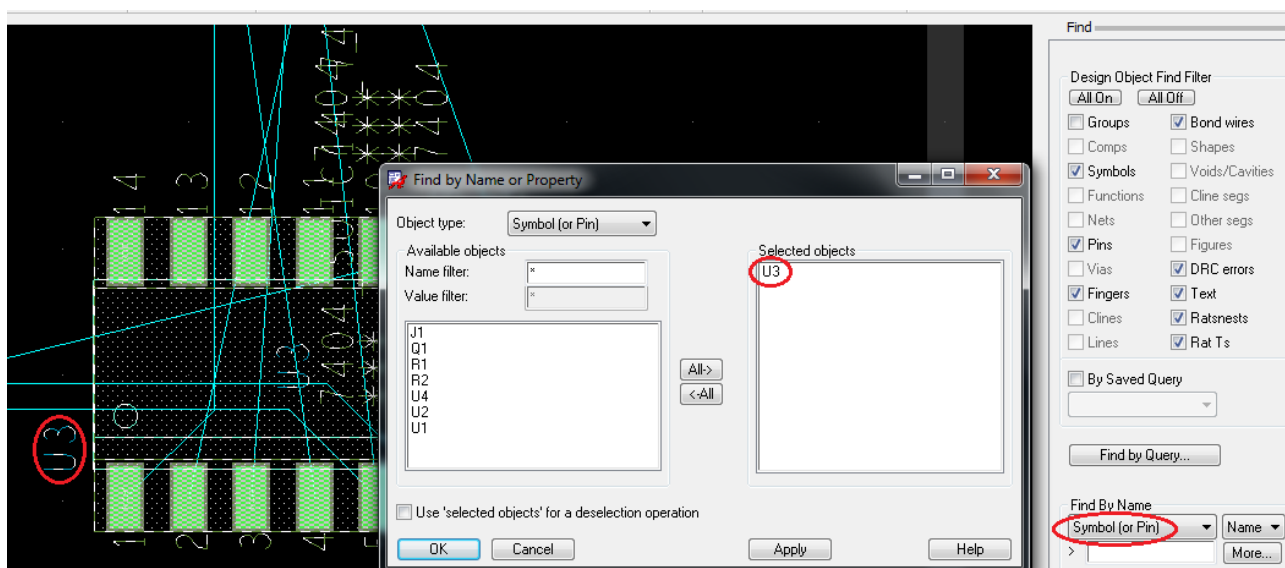

Рис. 21.26. Поиск компонента U3
- Нажмите Ok. Компонент высветится с окне проектирования (рис. 21.26).